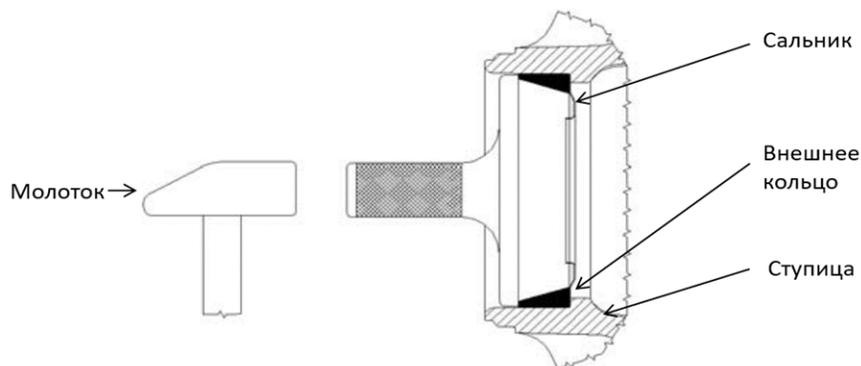

рисунок 50 — Установка новых внешних колец
3. Вставьте внешние кольца (см. рисунок 50).